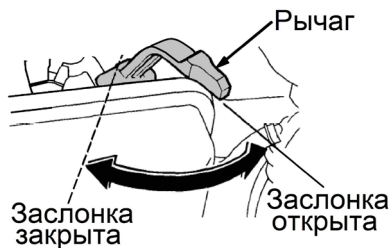

Рис. 9 Рычаг управления воздушной заслонкой
1. Закройте воздушную заслонку карбюратора. Для этого рычаг управления воздушной заслонкой карбюратора (Рис. 9) установите в крайнее левое положение.